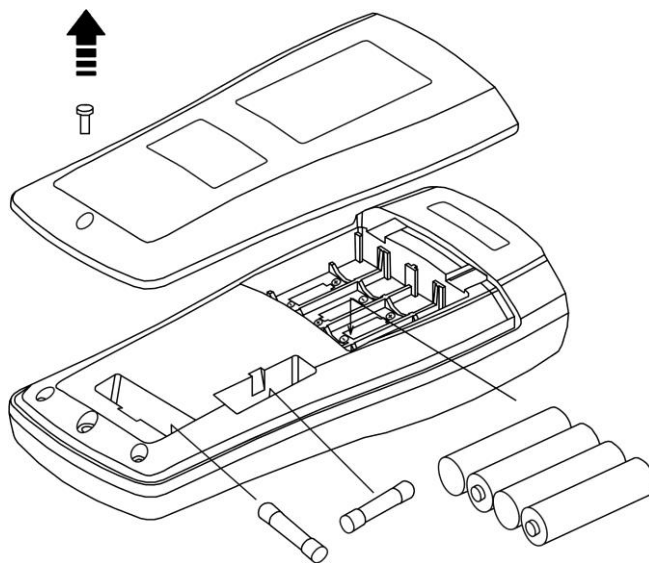

Fig. 11: Substituição das baterias e fusíveis internos
3. Retirar as baterias e inserir outras do mesmo tipo (consultar o § 6.1.3) observando a correta polaridade e recolocar a cobertura do alojamento da bateria (ver Fig. 11). Usar os respetivos contentores para a eliminação das baterias.